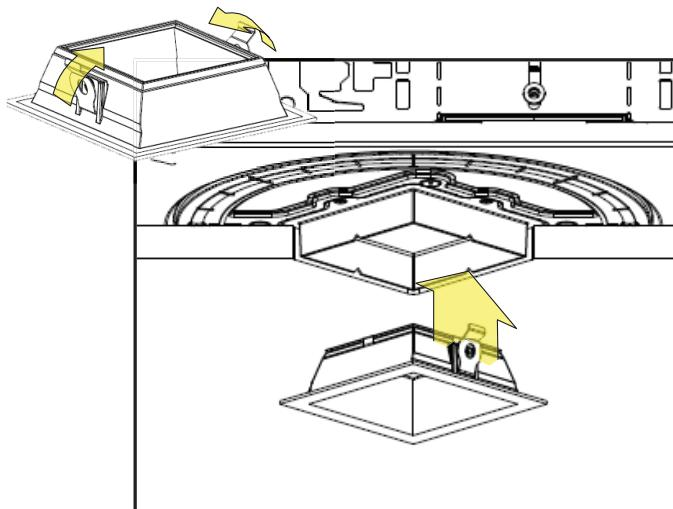

fig. 17
- Compressez les ressorts et poussez-les dans l'ouverture du spot jusqu'à ce que l'habillage affleure le plafond. Assurez-vous que les ressorts sont bien comprimés et entrent dans le collier et non autour du collier (voir la fig. 17).